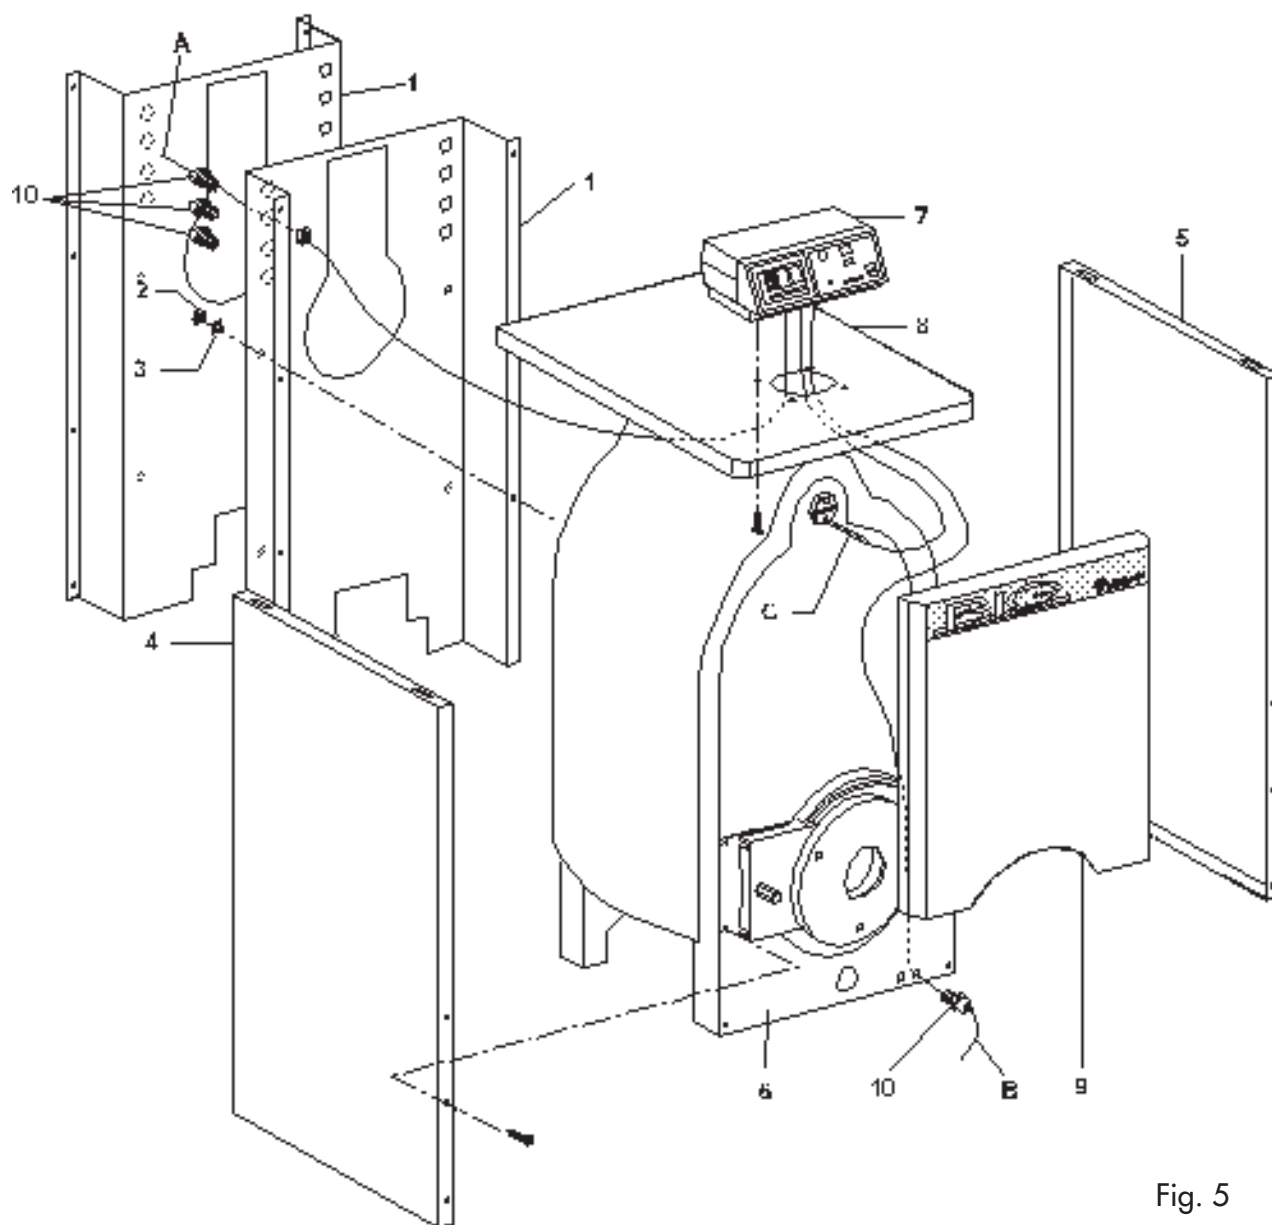

Fig. 5
- 5) Insertar las eventuales sondas **C** en el expreso colector (fig. 5).
- 6) Para terminar se debe montar el panel frontal **9** sobre la caldera (fig. 5).